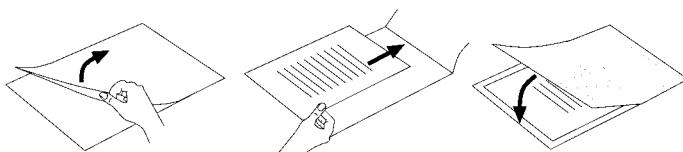

Fig. 2
- ▶ Veillez à utiliser un seul film pour la plastification. Commencez d'abord par l'ouvrir, comme indiqué par exemple sur la fig. 2.
- Veillez à utiliser un seul film pour la plastification. Commencez d'abord par l'ouvrir, comme indiqué par exemple sur la fig. 2.